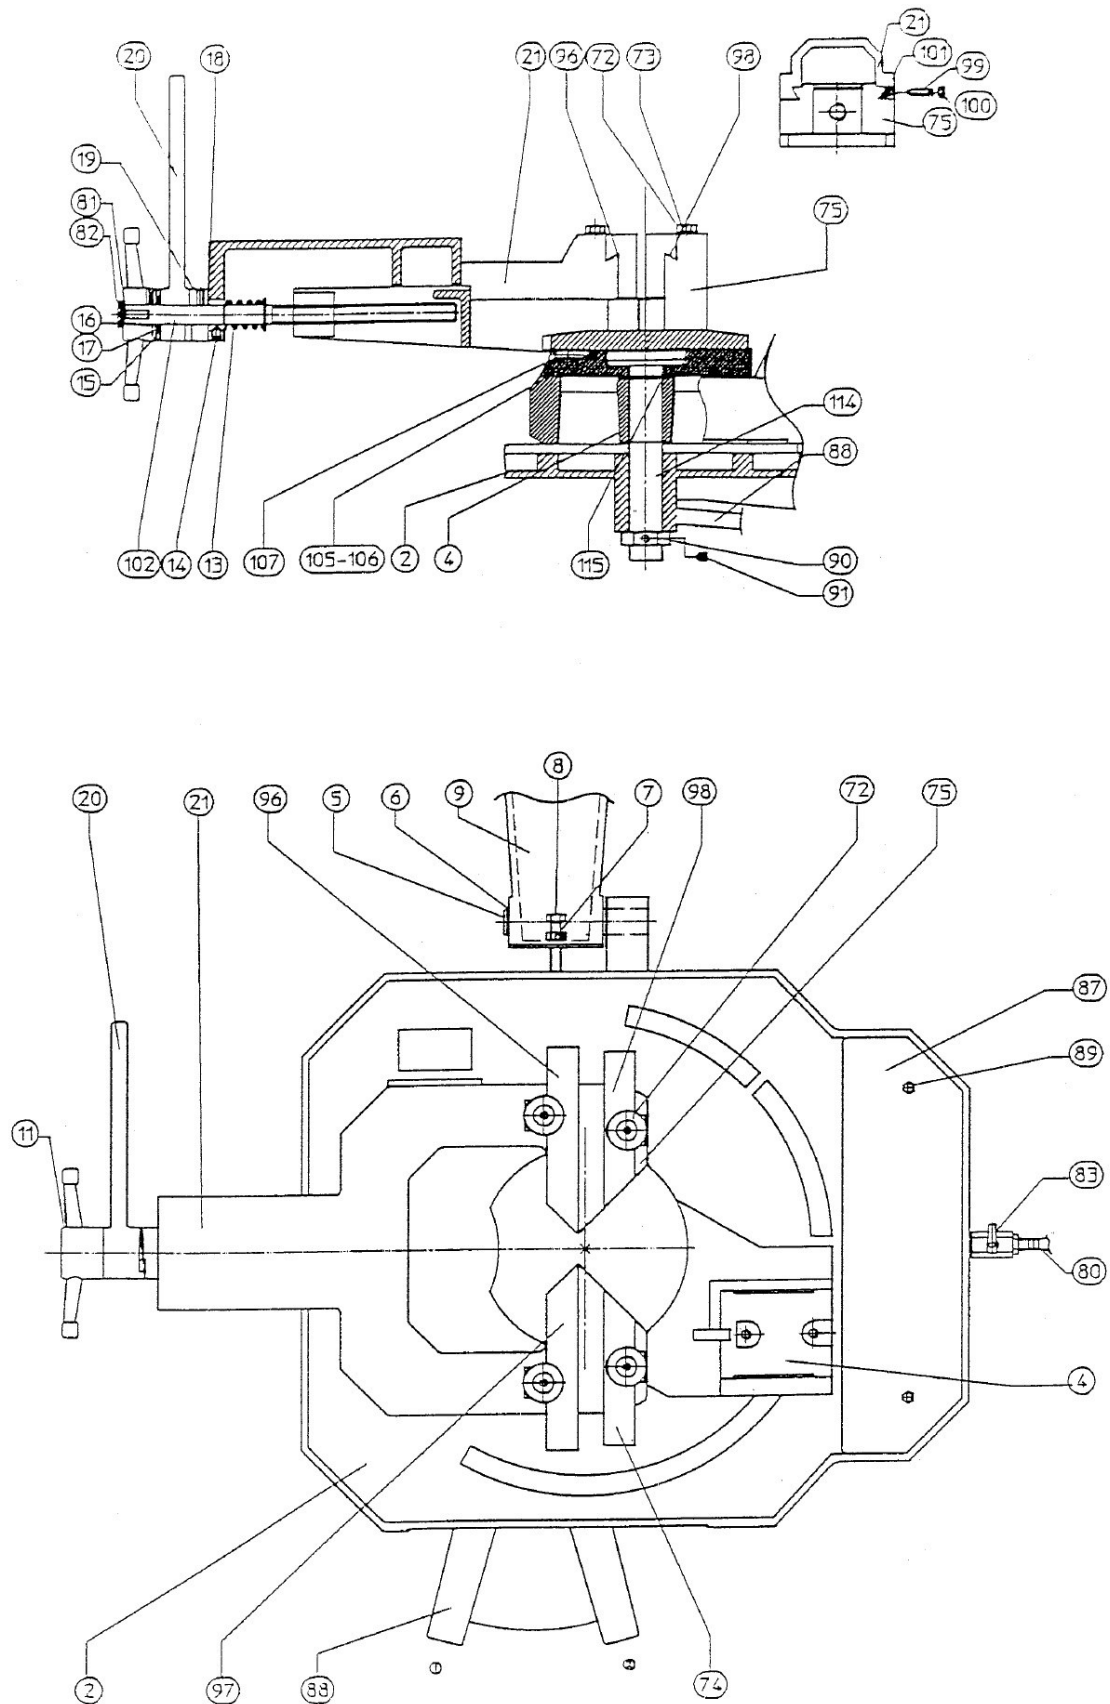

Abb. 23: Ersatzteilzeichnung 2 - MKS 315 N
Schritt 1: Die Spannbacke [Abb. 23, 96] abmontieren, den Spannstock [Abb. 23, 21] komplett entnehmen, in dem man das Handrad [Abb. 23, 11] dreht.
Schritt 2: Die Schraubstock-Führungen [Abb. 23,21 und 75] schmieren und einen Tropfen Öl in den Schmierpunkt [Abb. 23, 19] hinter dem Handrad gießen.
Schritt 3: Bei Bedarf das Spiel der Schraubstockbacke auf den Führungen mit dem Stift [Abb. 23, 99] justieren. dazu zuvor die Feststellmutter [Abb. 23, 100] lockern und anschließend wieder festziehen.